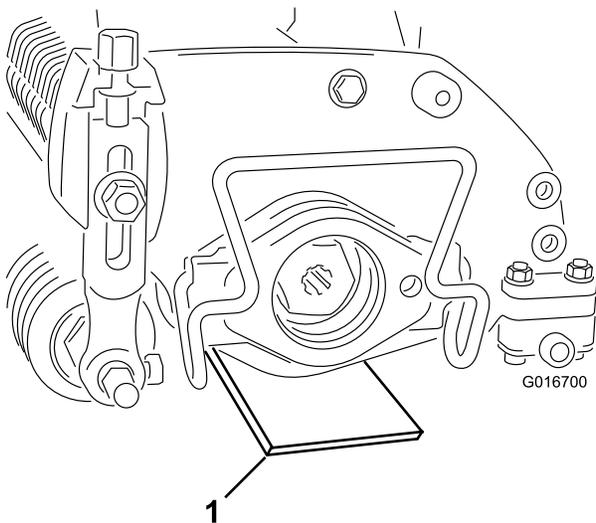

图 3
2. 在切根滚刀组的两端各放置一把所需厚度的调刀尺 图 3。